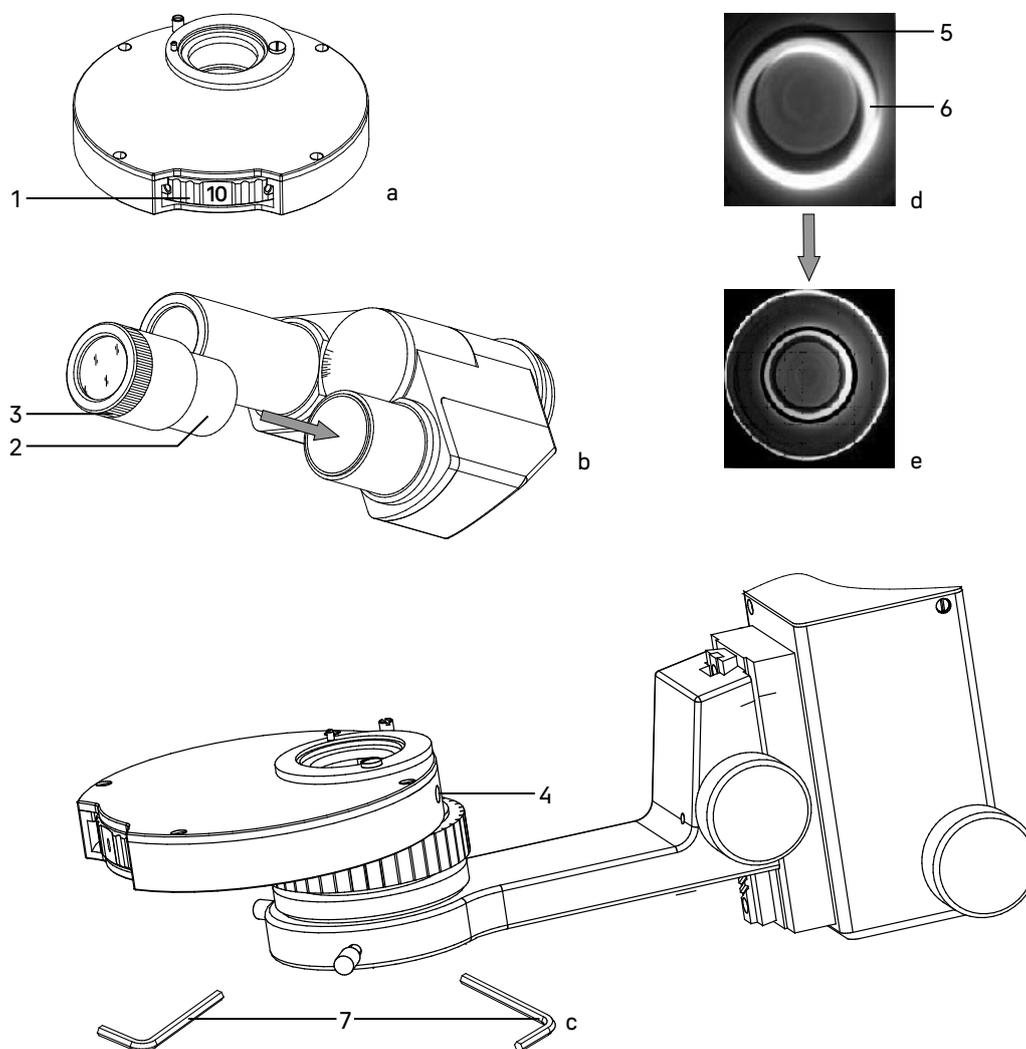

Рис. 17. Настройка фазово-контрастного устройства
1. Введите в ход лучей фазовый объектив 10x из комплекта микроскопа. Введите в ход лучей соответствующее фазовое кольцо конденсора – поверните диск **1** конденсора так, чтобы в окошке появилась цифра «10» (рис. 17а). Отрегулируйте высоту конденсора так, как показано на рис. 6.
5. В режиме работы по методу фазового контраста кольца **5** и **6** должны совпадать. Если они не совпадают, нужно отцентрировать кольцо диафрагмы при помощи винтов **4**, которые регулируются ключами-шестигранниками **7**. Изображение должно соответствовать рис. 17е.